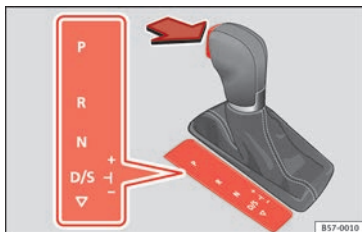

Fig. 182 Bloqueo de la palanca selectora.
- Pise el pedal de freno y, a la vez, mantenga pulsada la tecla de bloqueo en el sentido que indica la flecha » **fig. 182.**